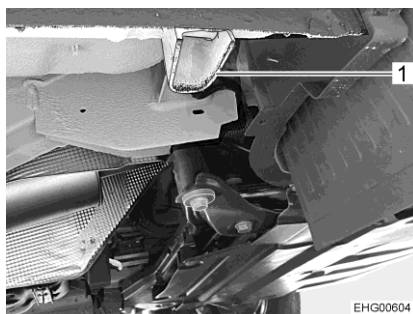

Fig. 230 Attacco asse anteriore
- Se si deve cambiare una ruota sull'asse anteriore: Applicare il cric nell'attacco (Fig. 230,1) appositamente previsto.